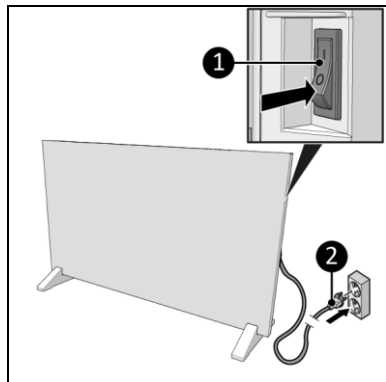

Abbildung 14
2. Stellen Sie sicher, dass sich der EIN/AUS-Schalter in der AUS-Position befindet (Abbildung 14, Pos. 1).
3. Stecken Sie den Netzstecker (Abbildung 14, Pos. 2) in eine leicht zugängliche geerdete Steckdose. Verwenden Sie eine geerdete Steckdose mit einer Mindestleistung von 2500 Watt.